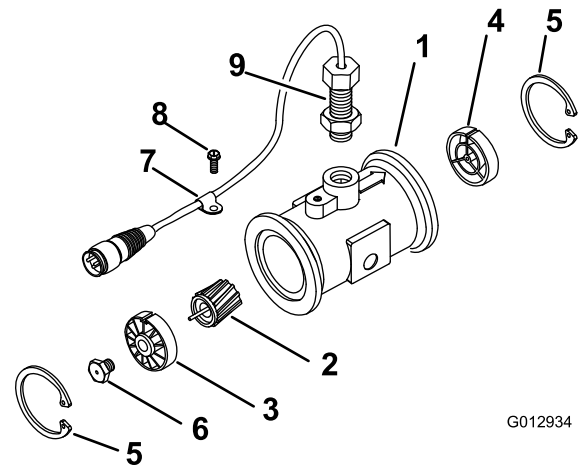

**Figura 72**
3. Quando il peso della barra è supportato, togliete il bullone e il dado che fissano il perno di articolazione nel gruppo barra (Figura 72). Togliete il perno di articolazione.
5. Togliete le boccole di nylon dal lato frontale e posteriore della staffa orientabile e controllatele (Figura 72). Sostituite le boccole avariate.
7. Montate la barra e la staffa orientabile nel telaio centrale, allineando i fori (Figura 72).